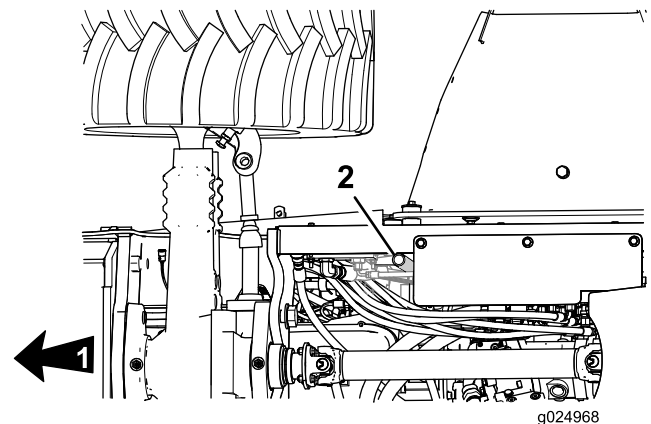

Bild 67
1. Prüfen Sie den Entlüfterschlauch für das Kurbelgehäuse (Bild 67) auf Rückstände, Schmutz oder Eis.